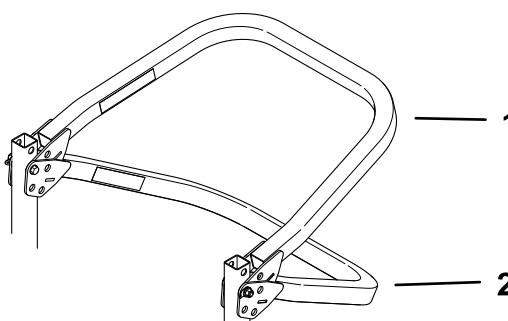

Figura 9
- Nota:** Hay 2 posiciones de bajada, como se muestra en la Figura 9.